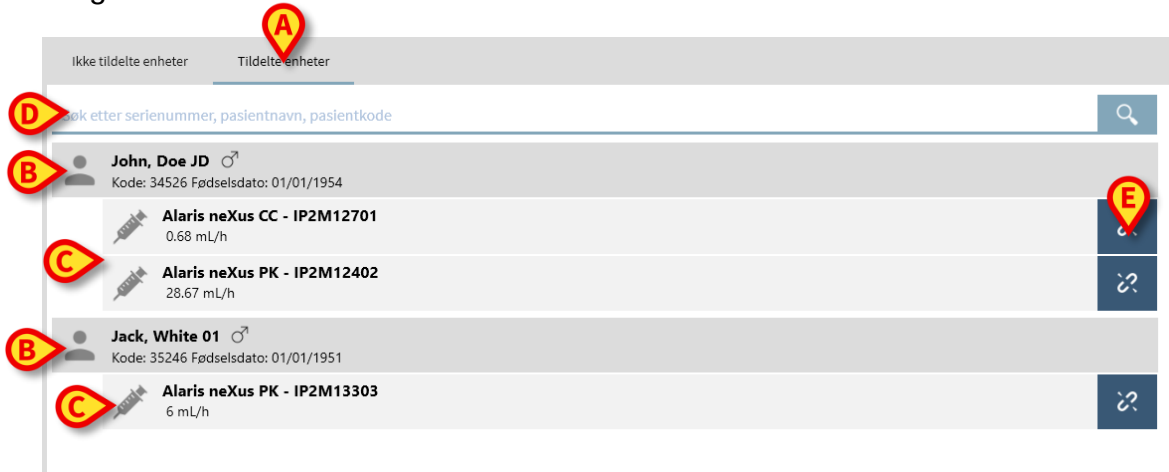

Fig. 146
- Velg kategorien «Tildelt» (Fig. 146 A).
Mørkegrå rader refererer til pasienter (Fig. 146 B). Lysegrå rader refererer til enheter (Fig. 146 C). Alle innretningene som er tilordnet en pasient er oppført under pasientnavnet.
Et søkeverktøy som gjør det mulig å søke etter en bestemt enhet kan benyttes (Fig. 146 D). En kan søke etter enhetens serienummer/pasientnavn/pasientkode.
- Klikk på knappen  (Fig. 146 E).